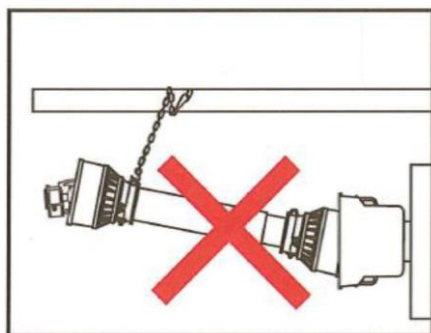

Рис. 45. Не используйте удерживающую цепь для транспортировки
- Не подвешивайте приводной карданный вал на удерживающую цепочку (Рис. 45)!